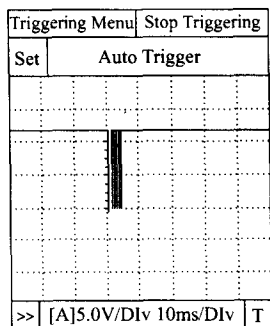

图 3-9 诊断仪显示
①接通点火开关。
②测量 ECM 端子 116 或 IMMU 端子 1 与搭铁之间的电压,应为 0V。否则,检查通讯线路与蓄电池电压线或点火开关接通线路短路,并修理束或连接器。
①关闭点火开关。
②检查 ECM 端子 116 或 IMMU 端子 1 与搭铁之间的导通性,应不导通。否则,检查通信线路与搭铁线短路,并修理线束或连接器。
①接通点火开关时,用 CONSULT-II 或示波器检查 ECU 端子 116 与搭铁之间信号。
②确认在点火开关接通 750ms 内,能够检测到如图 3-9 所示的信号。若显示正常,则 IMMU 有故障,更换 IMMU。用 CONSULT-II 诊断仪进行初始化;否则,ECM 有故障,更换